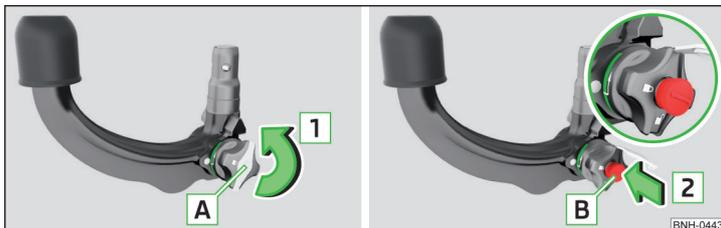

Fig. 130 Retirez le cache de la serrure / Insérez la clé dans la serrure
- Enlevez le cache **A** de la molette dans le sens de la flèche **1** » fig. 130.